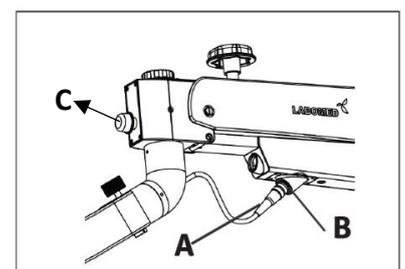

Fig. 42a
2. Réglez le bouton du potentiomètre C (Fig 42a) à mi-course .
3. Connectez le connecteur à 4 broches A à B pour alimenter le système LED de Microscope. Voir la figure 42a.